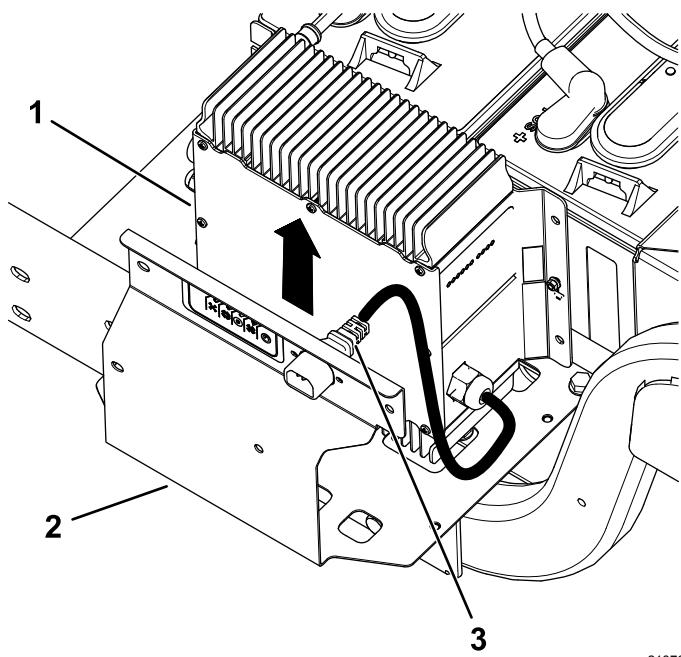

Рисунок 5
- Снимите зарядное устройство и его кабель с кронштейна зарядного устройства (Рисунок 5).